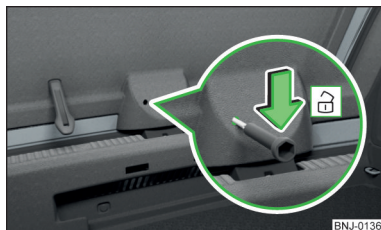

Fig. 275
- Introdurre un cacciavite o un attrezzo simile nell'apertura del rivestimento del portellone » fig. 275 fino all'arresto.